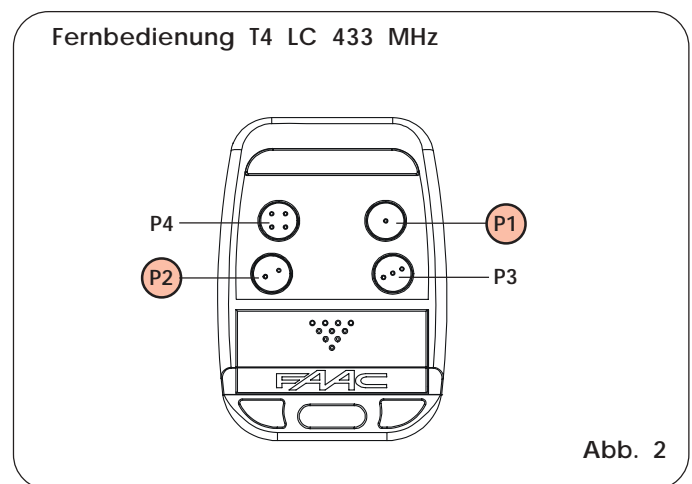

Abb. 2
- 1) Die Tasten P1 und P2 der Fernbedienung anhaltend drücken (Abb. 2).